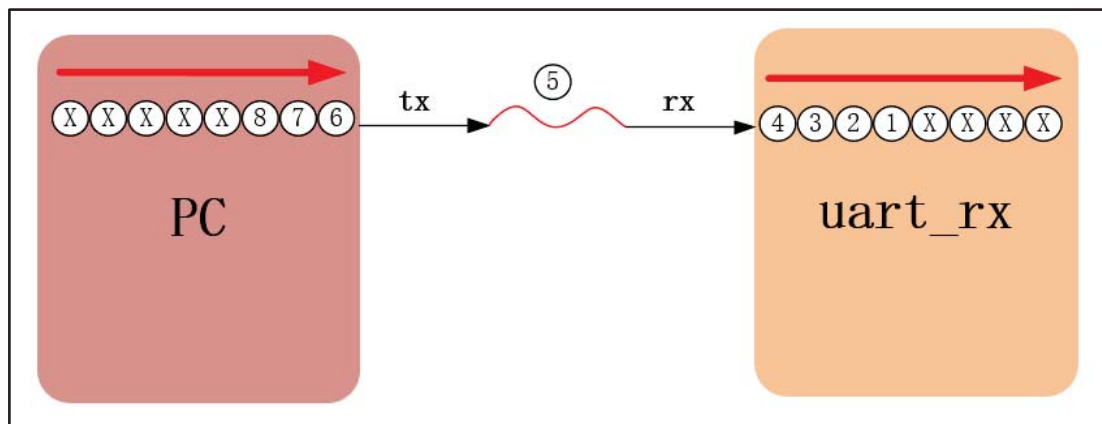
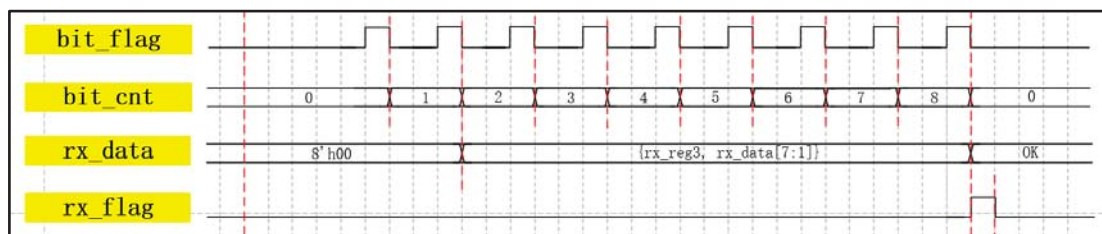

图 30-22 数据的接收图
图 30-23 数据移位波形图
**第五部分：**我们接收到的 rx 信号是串行的，后面的系统要使用的是完整的 8bit 并行数据。也就是说我们还需要将 1bit 串行数据转换为 8bit 并行数据的串并转换的工作，这也是我们在接口设计中常遇到的一种操作。串并转换就需要做移位，我们要考虑清楚什么时候开始移位，不能提前也不能推后，否则会将无用的数据也移位进来，所以我们需要卡准时间。如图 30-22 所示 PC 机的串口调试助手发送的数据是先发送的低位后发送的高位，所以我们接收的 rx 信号也是先接收的低位后接收的高位，我们采用边接收边移位的操作。移位操作的方法我们已经在前面的流水灯章节中讲过，这里不再重复。接下来我们需要确定移位开始和结束的时间。如图 30-23 所示，当 bit\_cnt 计数器的计数值为 1 时说明第一个有用数据已经接收到了，刚好剔除了起始位，就可以进行移位了。注意移位的条件，要在 bit\_cnt 计数器的计数值为 1 到 8 区间内且 bit\_flag 取数标志信号同时为高时才能移位，也就是移动 7 次即可，接收最后 1bit 有用数据时就不需要再进行移位了。当移位 7 次后 1bit 的串行数据已经变为 8bit 的并行数据了，此时产生一个移位完成标志信号 rx\_flag。